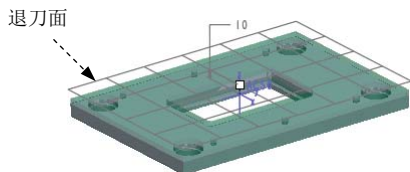

图 3.4.8 创建的退刀面
Step7. 退刀面的设置。在“操作”操控板中单击 **间隙** 按钮，在“间隙”界面中的 **类型** 下拉列表中选择 **平面** 选项，单击 **参考** 文本框，在模型树中选取坐标系 ACS0 为参考，在 **值** 文本框中输入数值 10.0，在图形区预览退刀面如图 3.4.8 所示。